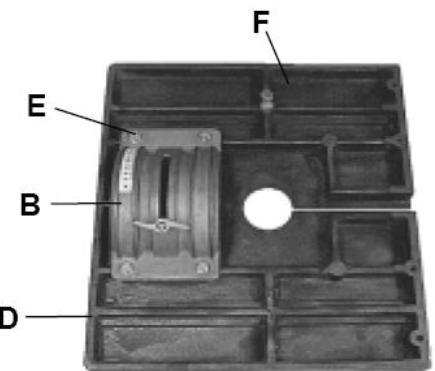

Рис. 2
- Четырьмя шестигранными болтами (M8x16) (E) и шайбами прикрепите механизм наклона стола с опорой (B) к нижней части стола (D), следите за тем, чтобы шкала регулировки угла располагалась как можно ближе к краю стола (Рис. 2).
- Пока стол перевёрнут, закрепите стопорный винт стола и гайку (F), как показано на рисунке. Это нужно будет отрегулировать позже (Рис. 2).